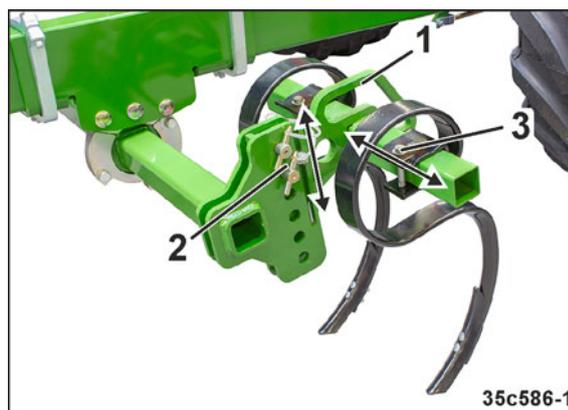

Fig. 208
1. Befestigungsmuttern lösen (Fig. 208/3)
3. Befestigungsmuttern nach der Einstellung des Spurlockerers anziehen (Fig. 208/3)
1. Den Spurlockerer am Griff (Fig. 208/1) festhalten.
2. Bolzen (Fig. 208/2) entfernen.